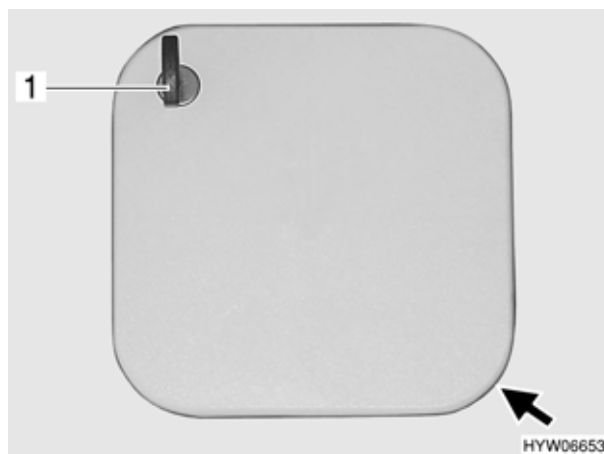

Fig. 34 Serratura dello sportello (variante 4)
- Inserire la chiave nel cilindro della serratura (Fig. 34,1).